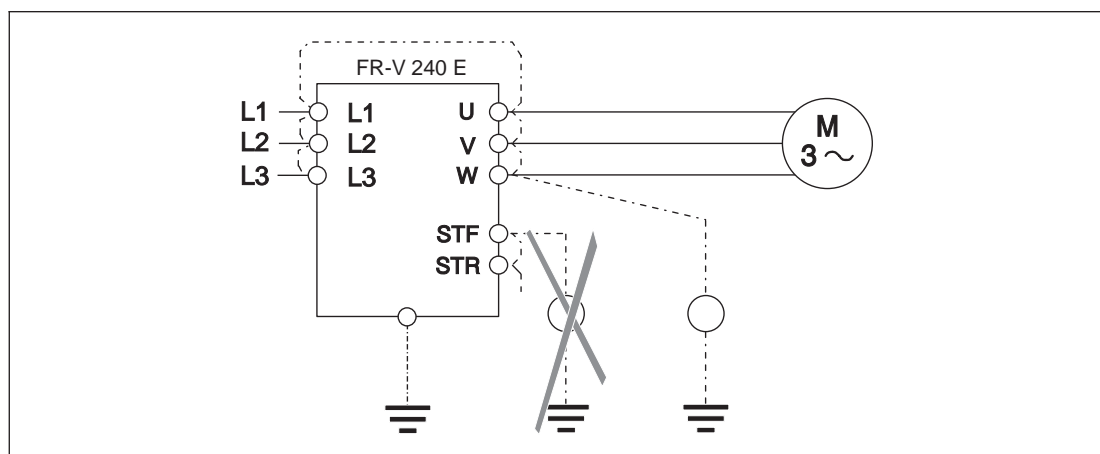

Abb. 9-1: Isolationsprüfung gegen Erde
- Die Isolationsprüfung ist ausschließlich für den Leistungsteil durchzuführen. Das Isolationsprüfgerät wird dabei entsprechend der Darstellung in Abbildung 9-1 angeschlossen. Eine Isolationsprüfung für den Steuerkreis ist nicht zulässig.